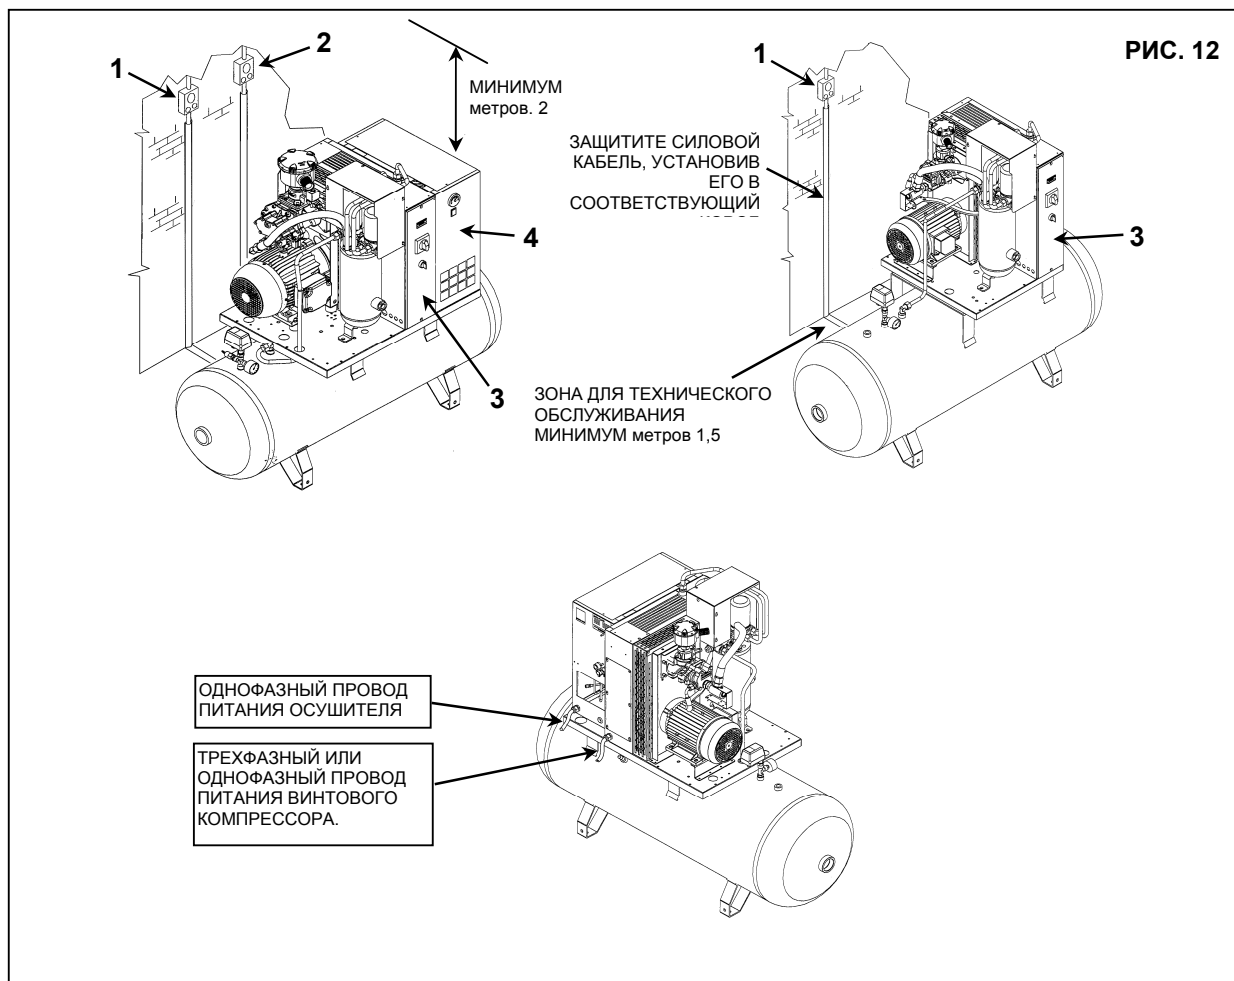

РИС. 12
- Убедитесь, что вокруг установки присутствует свободное пространство, достаточное для выполнения технического обслуживания (см. рис. 12).